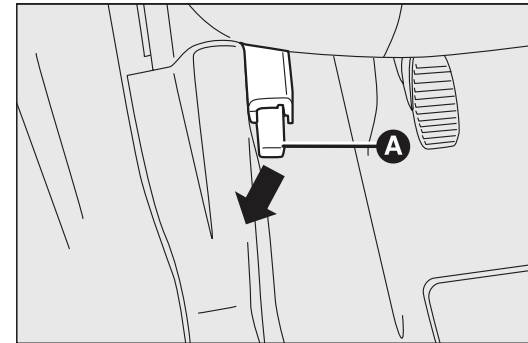

Fig.27
- trek de hendel A fig. 27 welke gemonteerd is onder het dashboard in de richting van de pijl.